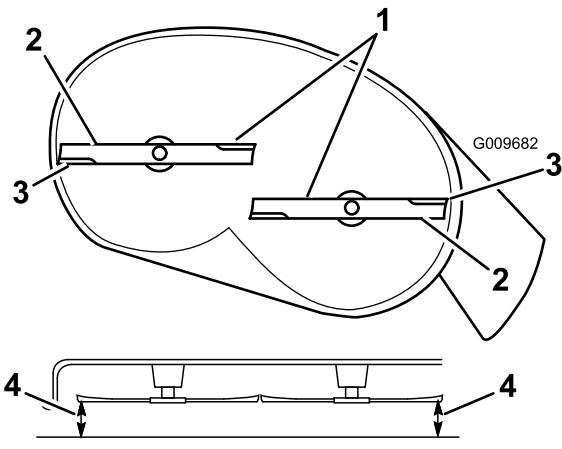
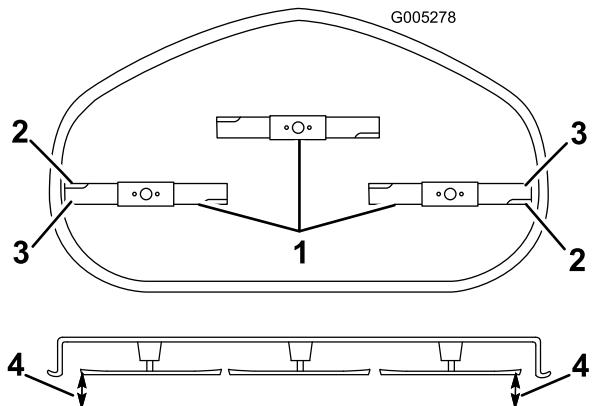

Bild 60
Bild 61
- Drehen Sie die Messer vorsichtig, sodass sie alle seitlich gestellt sind (Bild 60 und Bild 61).
- Messen Sie den Abstand zwischen den äußeren Schnittkanten und der ebenen Oberfläche (Bild 60 und Bild 61).